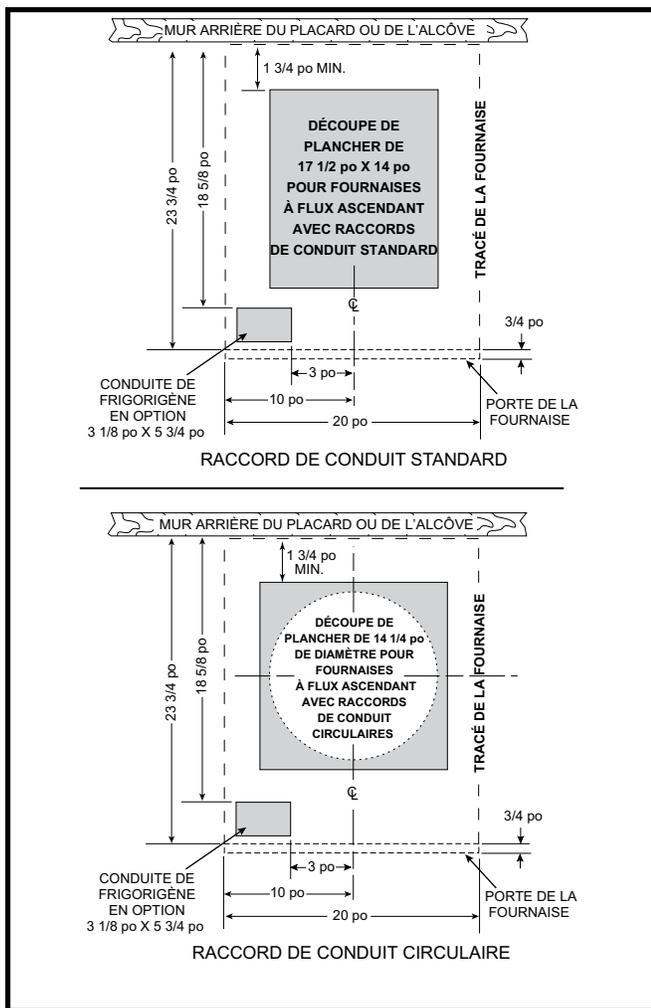
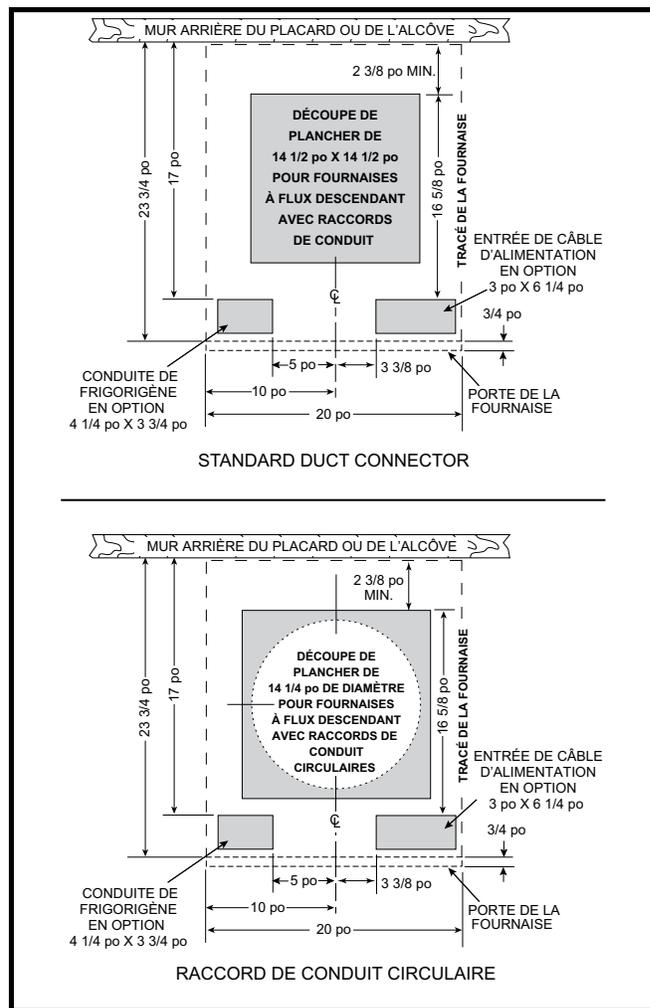

Figure 2. Dimensions de l'ouverture pour fournaies à flux ascendant
Figure 3. Dimensions de l'ouverture pour fournaies à flux descendant
Les ouvertures dans le plancher doivent être positionnées soigneusement pour prévenir les erreurs d'alignement entre la fournaise et le conduit d'air. Les ouvertures normales ou rondes des fournaises à flux ascendant sont illustrées à la Figure 2 \(page 6\). Les ouvertures pour les fournaises à flux descendant sont illustrées à la Figure 3 \(page 6\).
2. En utilisant la ligne centrale comme point de départ, tracez le reste du trou pour les conduits en fonction des dimensions montrées à la Figure 2 ou la Figure 3.
- Marquez les ouvertures de plancher comme indiqué à la Figure 2 (page 6). Prévoyez les dégagements minimaux à l'arrière et sur les murs gauches du placard pour l'installation de la fournaise et du câblage.